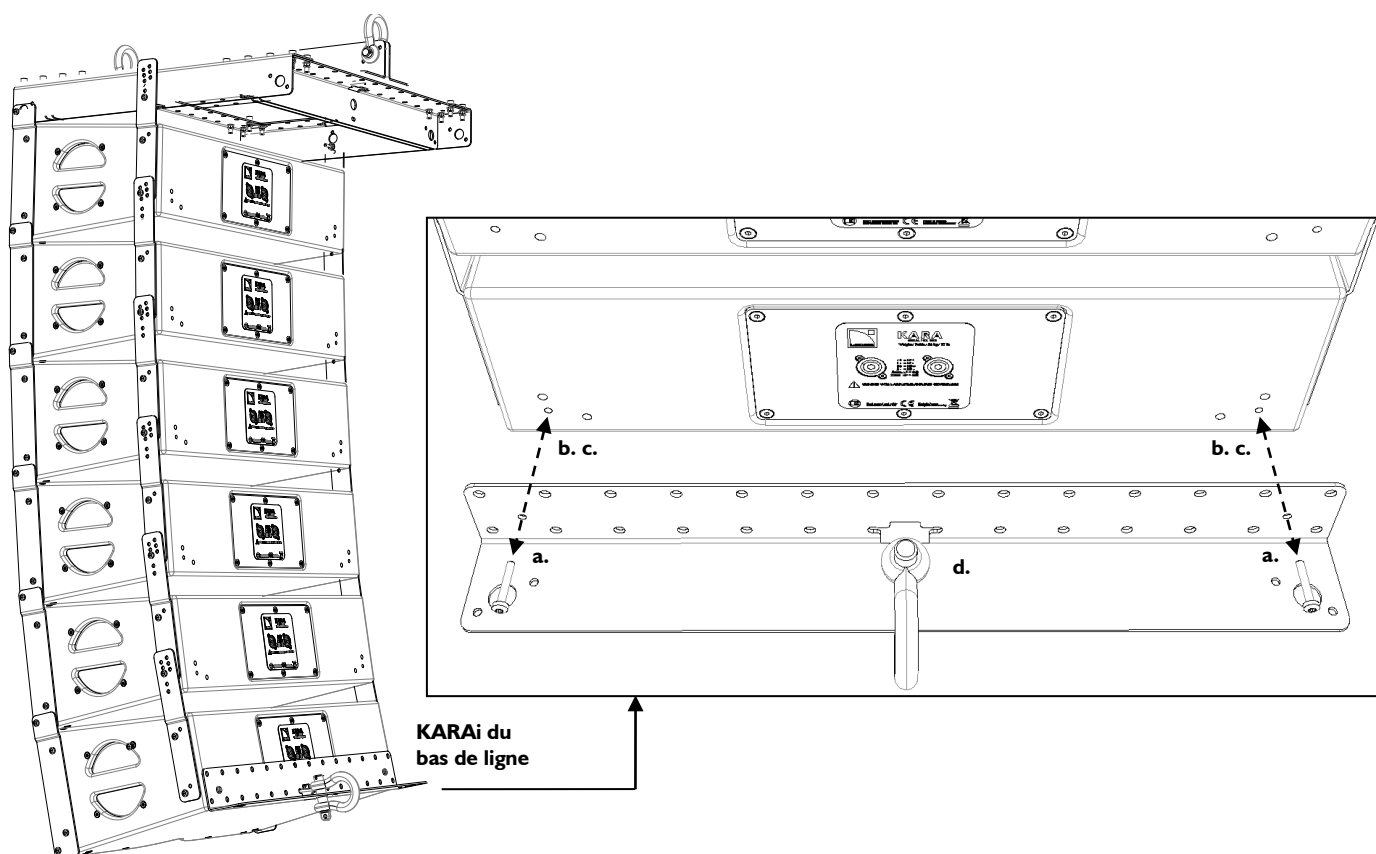

Figure 10 : Configuration de la ligne en douche
- a. Extraire les deux vis Torx® à tête plate des logements indiqués sur la Figure 10 (embout T30).